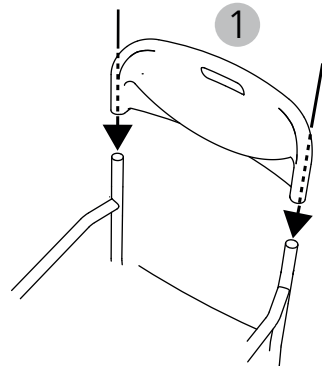

Abb. 8
4. Para terminar el montaje de la silla de ducha 9401-A se debe montar el respaldo sobre los elementos laterales. Para ello, eleve el respaldo por los lados con las dos manos. A continuación, deslice el respaldo por los tubos del respaldo de los elementos laterales hasta el tope (fig. 8, 1).